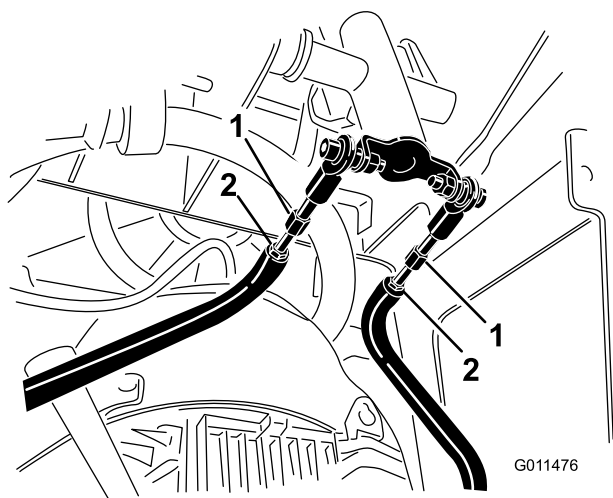

Figura 54
- D. Afloje las contratuercas de las varillas de tracción, debajo del panel de control (Figura 54).